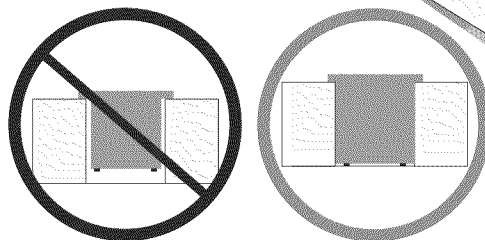

Figure 2
Placez l'appareil à niveau en utilisant les quatre (4) pattes de nivellement afin que la hauteur entre le plancher et le renfort de métal en dessous de la table de cuisson soit plus grande de 1/16" que la plus grande mesure H1-4 (voir figure 2).
Le renfort de métal en dessous de chaque côté de la table de cuisson **DOIT** reposer sur le comptoir pour que l'appareil soit bien supporté. La table de cuisson ne doit **PAS** toucher directement le comptoir (voir figure 2), sinon cela pourrait provoquer un bris de la table qui annulera la garantie. Nivelier l'appareil si nécessaire.